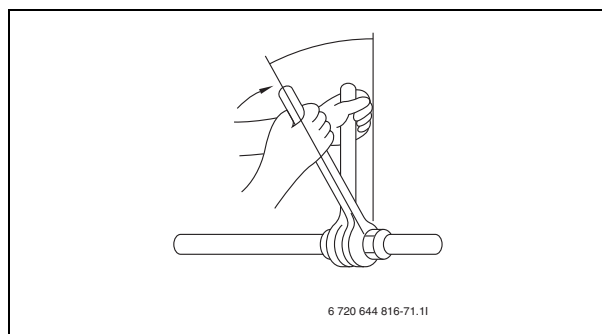

Fig. 17 Serrage avec deux clés
- Resserer l'écrou de raccord avec une clé dynamométrique. Pour le couple de serrage, voir le tableau 4. Utiliser une autre clé pour empêcher la rotation inverse (→ Figure 17).